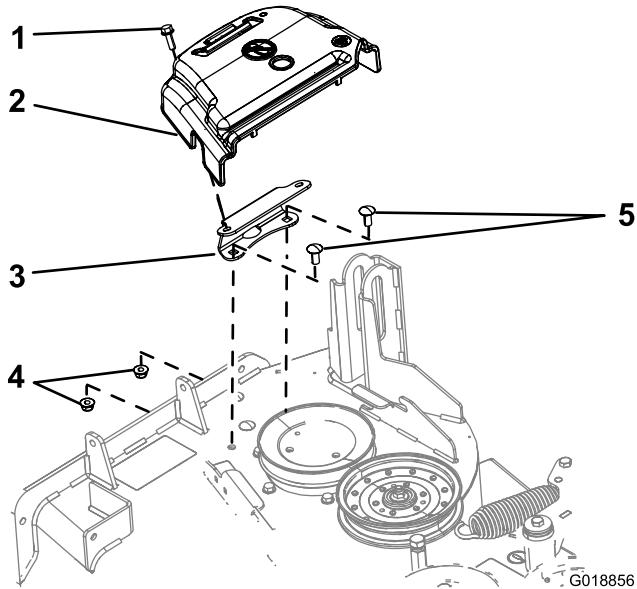

Figura 3
2. Gire el perno que sujetla la cubierta de la correa en sentido antihorario para aflojarlo (Figura 3).
3. Retire la cubierta de la correa y el perno del soporte de montaje (Figura 3).
1. Retire los 2 pernos y las 2 tuercas con arandela prensada que sujetan el soporte de montaje de la cubierta a la carcasa (Figura 3).
1. Retire los 2 pernos de cuello cuadrado (1/4" x 3/4") y 2 contratuerzas (1/4") que sujetan el soporte de la cubierta de la correa a la pestaña delantera de la carcasa de corte (Figura 3).
2. Retire el soporte de la cubierta de la correa de la carcasa de corte (Figura 3).